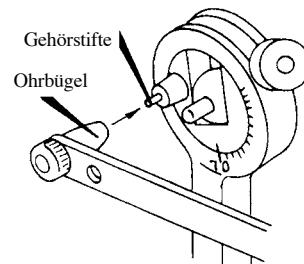

Abbildung 12A
11. Die Ohrbügel stellen den äußeren Gehörgang dar und haben kleine Luflöcher an den Enden. Mit diesen Ohrbügeln wird der Bogen direkt über den Gehörstiften des Hanau™ 96H2 und der Hanau-Mate® Series Articulators aufgehängt (siehe Abbildung 12A).